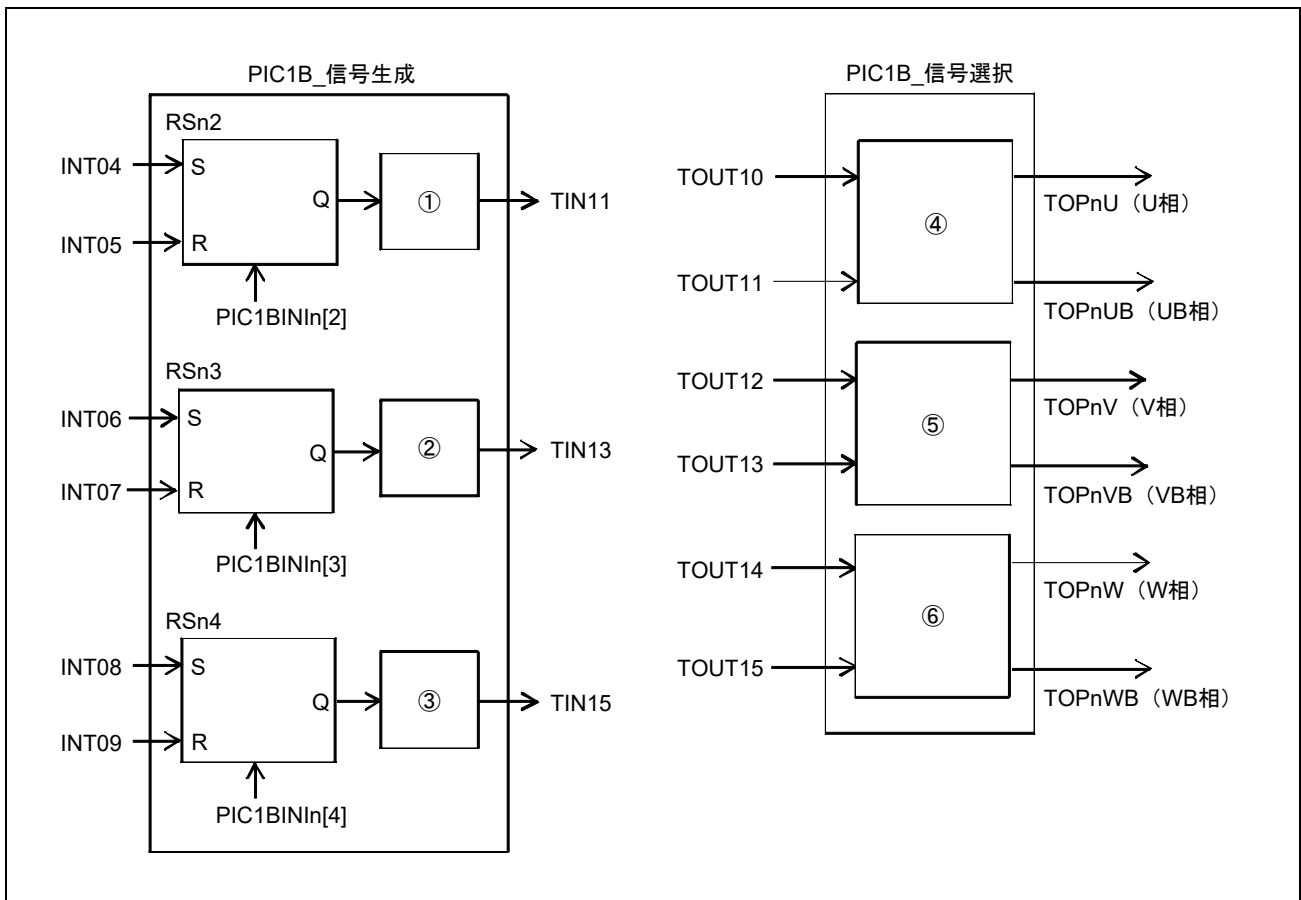

図 24.9 PIC1B ブロック図
RSn2 の出力 Q を TIN11 として出力するための設定値 (図 24.9 ①)
出力 TOUT10, 11 を TOPnU, UB として出力するための設定値 (図 24.9 ④)
RSn3 の出力 Q を TIN13 として出力するための設定値 (図 24.9 ②)
出力 TOUT12, 13 を TOPnV, VB として出力するための設定値 (図 24.9 ⑤)
RSn4 の出力 Q を TIN15 として出力するための設定値 (図 24.9 ③)
出力 TOUT14, 15 を TOPnW, WB として出力するための設定値 (図 24.9 ⑥)